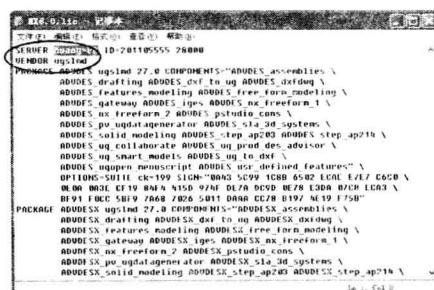

图 1-7 NX8.0.lic
- 3 使用文本软件打开NX8.0.lic授权文件，把本地计算机名称填到此文件中，如图1-7所示，比如本地计算机名称是huang-PC，注意不要后面的点。第一排文字是 SERVER lg14 ID=20100510 28000。